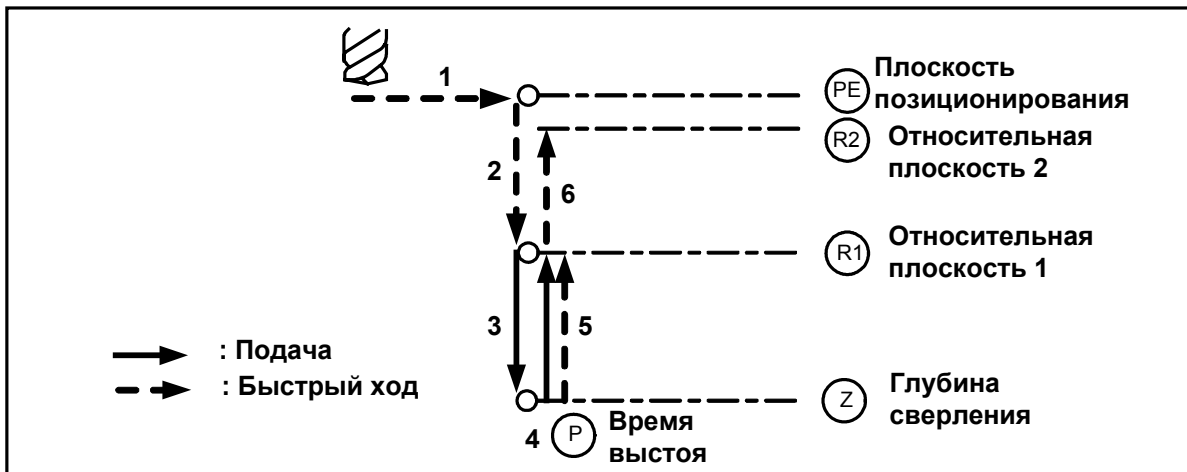

Рис.52.
40. Стандартные сверлильные циклы, - G80-G86, G184. Все стандартные циклы запрограммированы заранее, их вызывают соответствующими инструкциями с указанием необходимых параметров. Обобщенная последовательность движений в стандартном цикле представлена на рис.52.
В схеме на рис.52 предусмотрены следующие движения: